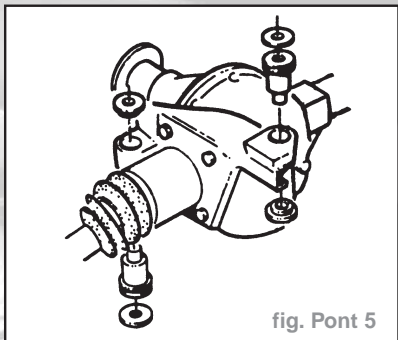

fig. Pont 5
- Contrôler les douilles d'amortissement dans leur attache et si nécessaire, les remplacer (fig. Pont 5).